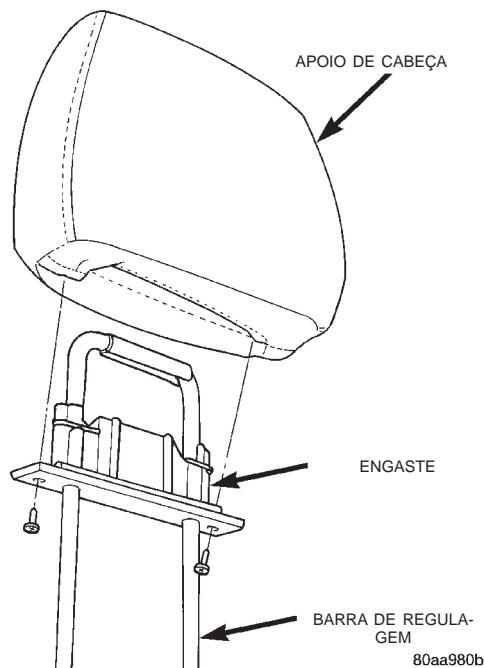
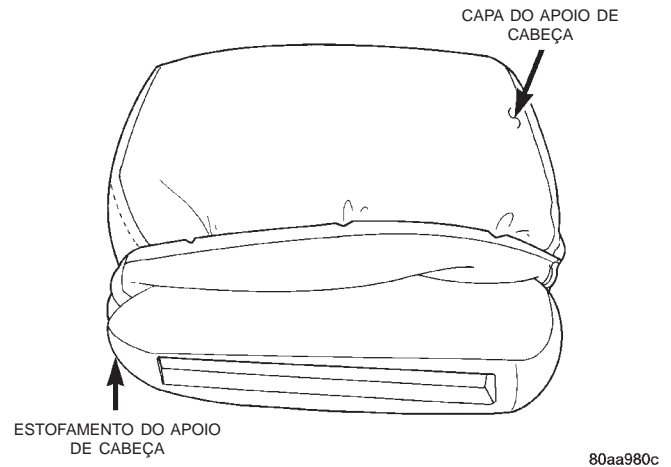

Fig. 5 Apoio de Cabeça
Fig. 6 Capa do Apoio de Cabeça
- (1) Remova o apoio de cabeça do banco individual.
- (2) Remova os parafusos que prendem o engaste e a barra ajustadora ao apoio de cabeça (Fig. 5).
- (3) Puxe a barra de regulagem do apoio de cabeça.
- (4) Enrole a capa para cima e separe-a do estofamento do apoio de cabeça (Fig. 6).